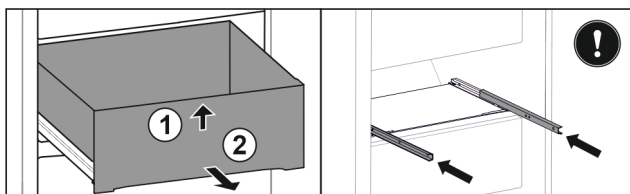

Fig. 36
- ▶ Nadvihnite zásuvku vpredu. Fig. 36 (1)
- ▶ Odoberte zásuvku dopredu. Fig. 36 (2)